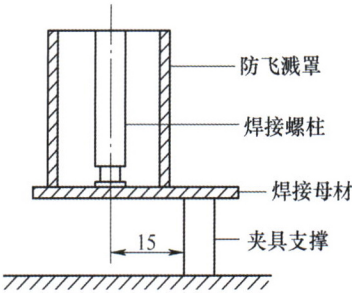

图8 夹具支撑的安装方式
①对于所焊接工件厚度少于0.8mm的，焊接位置处板件强度不够处可增加支撑，保证焊接时板件无变形；支撑块边缘原则上偏离螺柱中心15mm（见图8），采用Q235A材质，进行发黑处理。